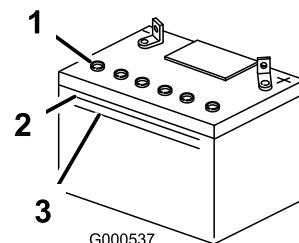

Figura 40
1. Examine a parte lateral da bateria. O eletrólito tem de estar ao nível da linha **superior** (Figura 40). Não deixe que o nível de eletrólito desça abaixo da linha Inferior (Figura 40).
3. Retire as tampas de ventilação da bateria (Figura 40).
4. Encha devagar cada célula da bateria com água destilada até que o nível de eletrólito atinja o nível da linha Superior (Figura 40) na caixa da bateria.
5. Aguarde cerca de 5 a 10 minutos após encher as células da bateria. Adicione água destilada, se necessário, até que o nível de eletrólito atinja a linha Superior (Figura 40) na caixa da bateria.